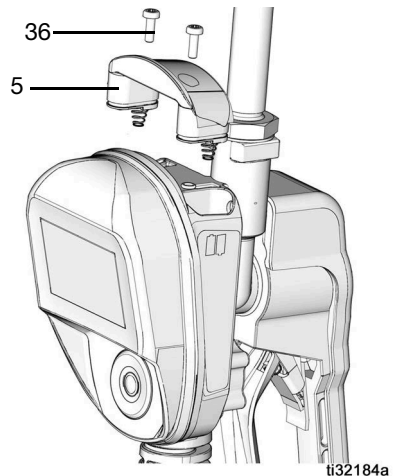

FIG. 49
5. Remonter le couvercle (5) et les vis (36). Ne pas trop serrer les vis (FIG. 49).